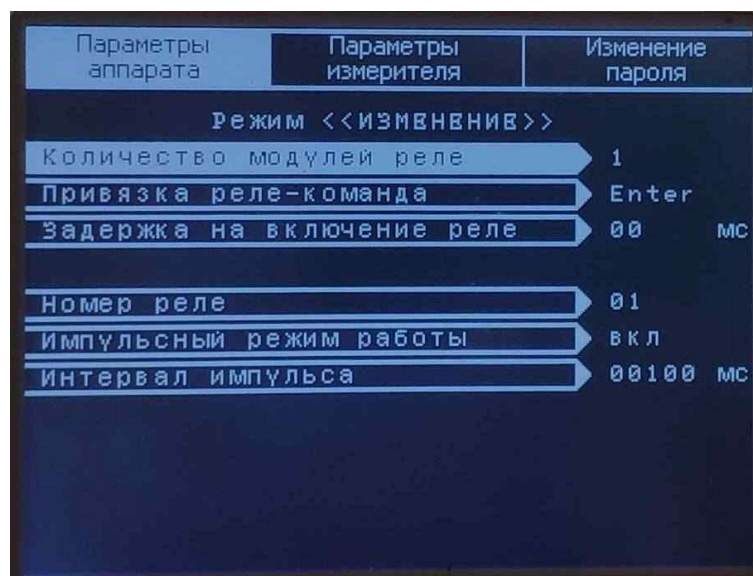

Рисунок 7 – Підрозділ «Конфігурація МУ-Р»/«Конфігурація реле»
**2.1.1. «Конфігурація реле»** - підрозділ налаштувань модулів управління реле (див. рисунок 7).